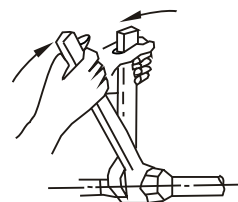

Рис. 9-2
- Разместите соединяемые трубы в нужном положении, наденьте муфту в ручную, а затем затяните ее с использованием гаечного и динамометрического ключей (см. рис. 9-2).